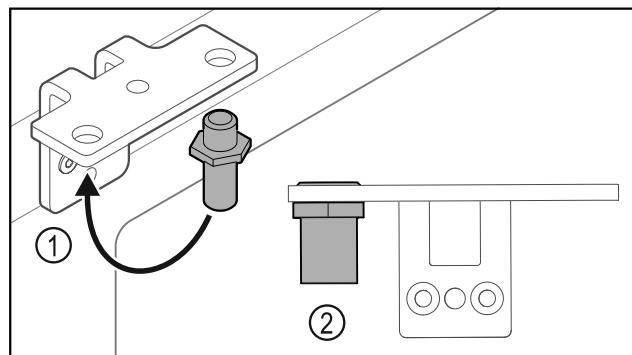

Fig. 36
- Perkelkite kaištį Fig. 36 (1) šarnyriniame kampuotyje.
- Priveržkite kaištį Fig. 36 (2) **12 Nm** sukimo momentu.